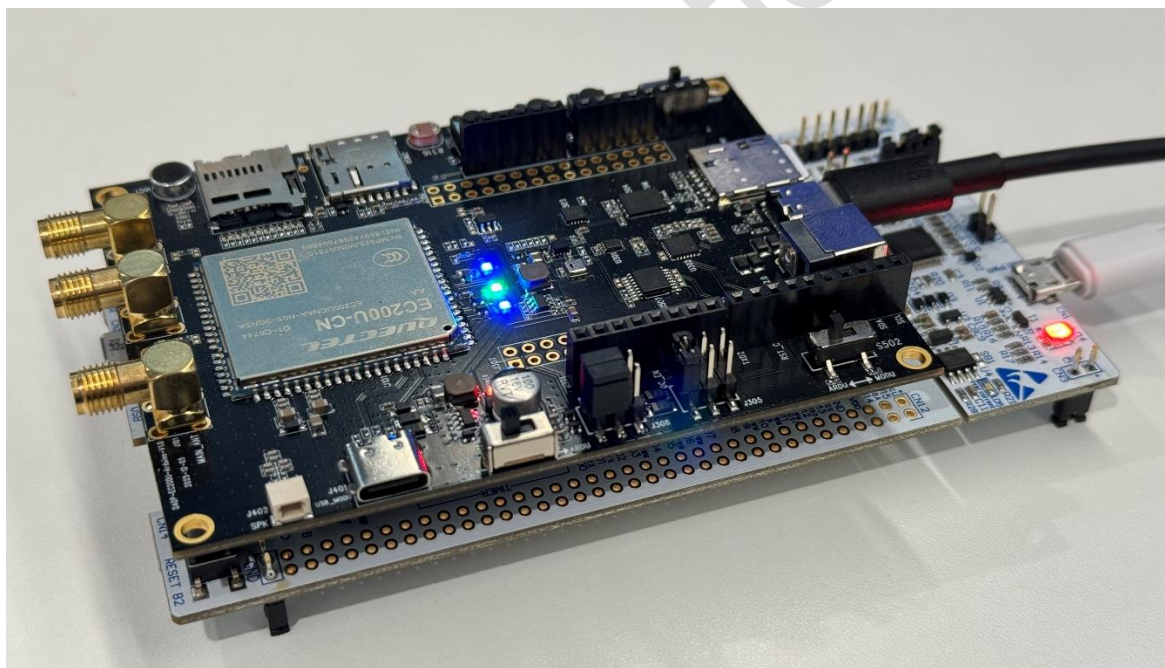

图 4：组装开发板
- **方向：**确保 UniKnect Gen1-PRO 的 ⑦ DC5V 电源输入端口，与 NUCLEO-F413ZH 的 ② 调试器 ST-LINK/V2-1 朝向同一方向。
- **对齐：**将 UniKnect Gen1 Pro 的 ⑳ 与 NUCLEO-F413ZH 的 ⑥ Arduino UNO 标准接口（外侧接口），排针与排母间 Pin-to-Pin 精准对齐。
- **上电：**确保所有插针可靠接触后，即可上电。为确保 UniKnect Gen1-PRO 板载 4G 模组供电充足，需要接 Type-C 线供电，必要时还可再接入 DC5V 电源适配器；NUCLEO-F413ZH 则需要连接 ST-LINK/V2-1 侧 MicroUSB 数据线，用于烧录固件和调试。如图 4 所示。